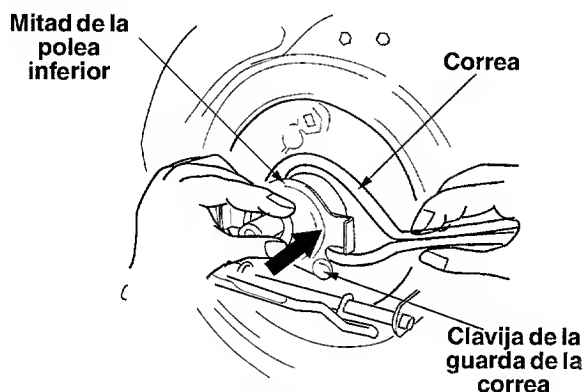

Figura 24
- Junte la correa de manera que no esté en su ranura, y para que la polea inferior pueda empujarse hacia el motor. Vea la Figura 24.